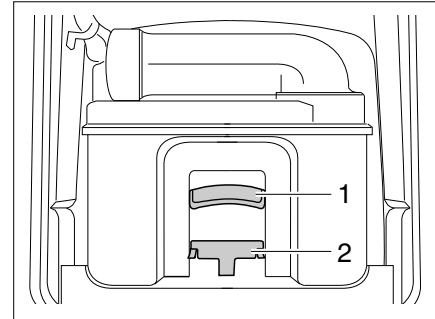

Bild 160 Thetford-Kassette
- Entriegelung (Bild 160,1) betätigen und Toiletten-Kassette am Griff (Bild 160,2) herausziehen.